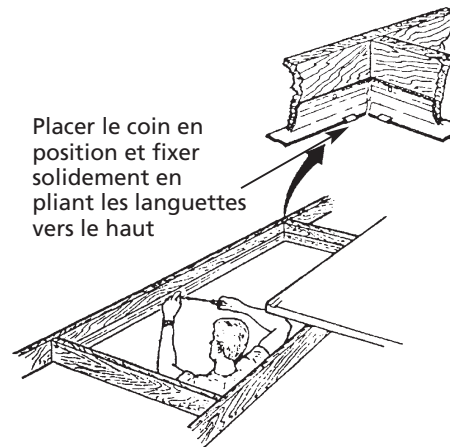

Figure 9
3. Visser sans serrer les cadres latéraux et d'extrémité dans l'ouverture du plafond, puis fixer les coins (voir la Figure 9).